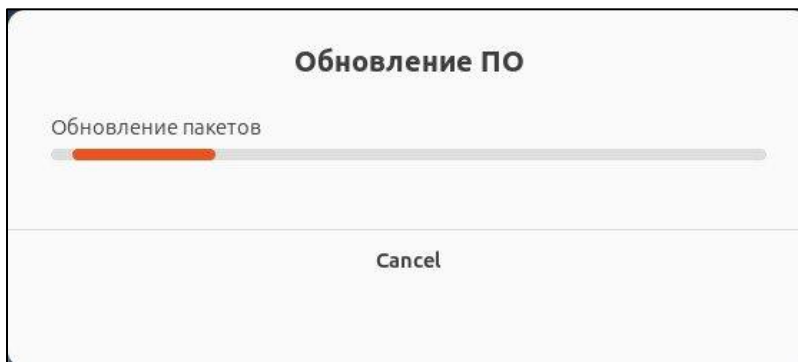

Рисунок 90 – Уведомление о запуске обновления ПО
- 4) Выберите «Обновление ПО» и нажмите «ОК». Отобразится уведомление о запуске обновления (см. Рисунок 90).